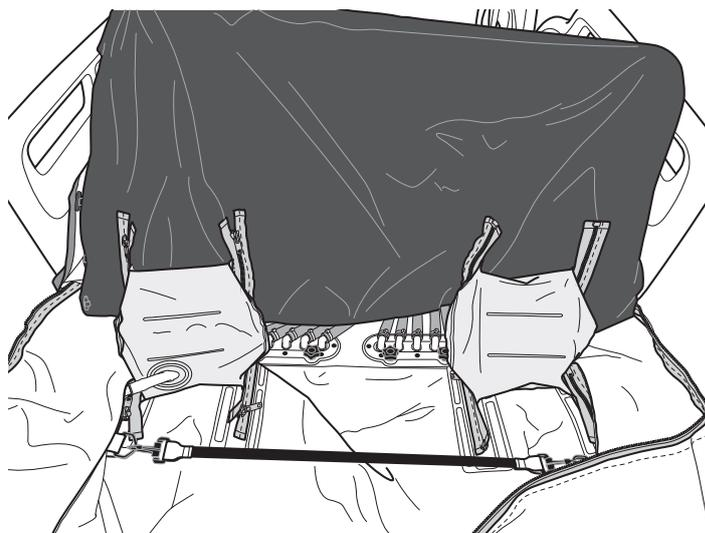

Figura 6: Conectores de ar por baixo da almofada, dentro do colchão
4. Levante as almofadas (figura 6) e guie visualmente os conectores de ar no colchão de ar para as portas de ligação.